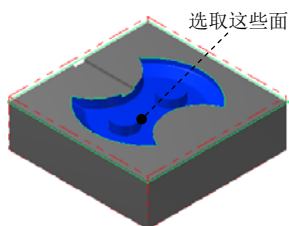

图 22.13 选取加工面
(1) 选取加工面。在图形区中选取图 22.13 所示的所有面（共 33 个面），然后按 Enter 键，系统弹出“刀具路径的曲面选取”对话框。